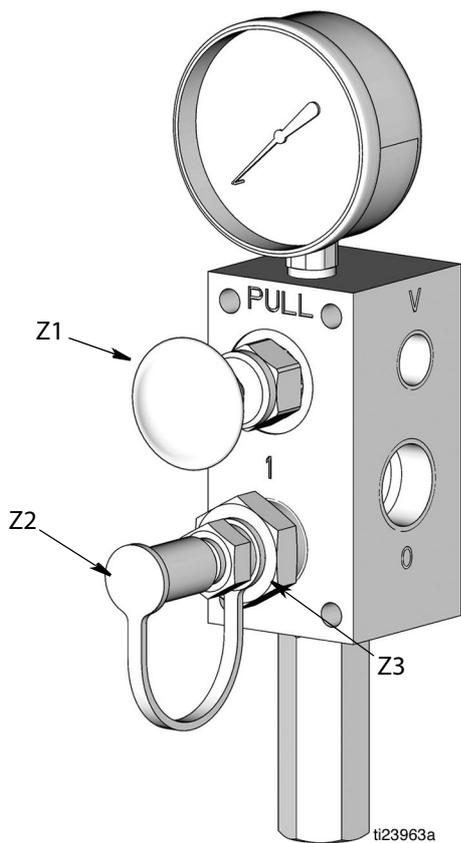

Рис. 18
3. Снимите желтую пылезащитную крышку (Z2) с наполнительного соединителя (Z3) (Рис. 18).
4. Подсоедините линию заполнения (AA) между насосом станции дистанционного заполнения (P) и наполнительным соединителем (Z3) с отметкой «I» (Рис. 18).
5. Включите насос станции дистанционного заполнения (P).
6. Когда резервуар (K) заполнится: